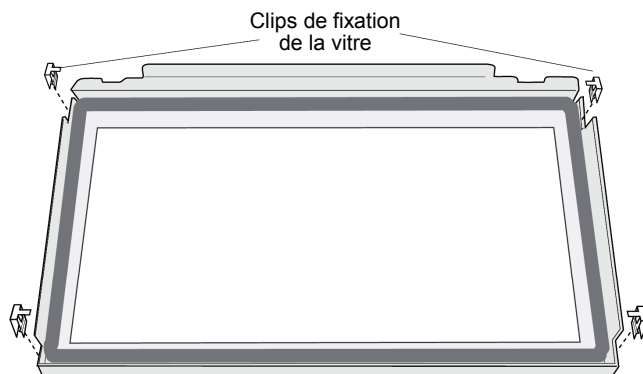

Figure 40. Avec un tournevis ou de petites pinces, soulevez les clips de fixation pour les retirer des rebords du cadre.
4. Le panneau de vitre est tenu en place par 4 clips de compression. Utilisez un tournevis ou de petites pinces pour les soulever et les retirer hors des rebords du cadre de la vitre. Voir fig. 40.